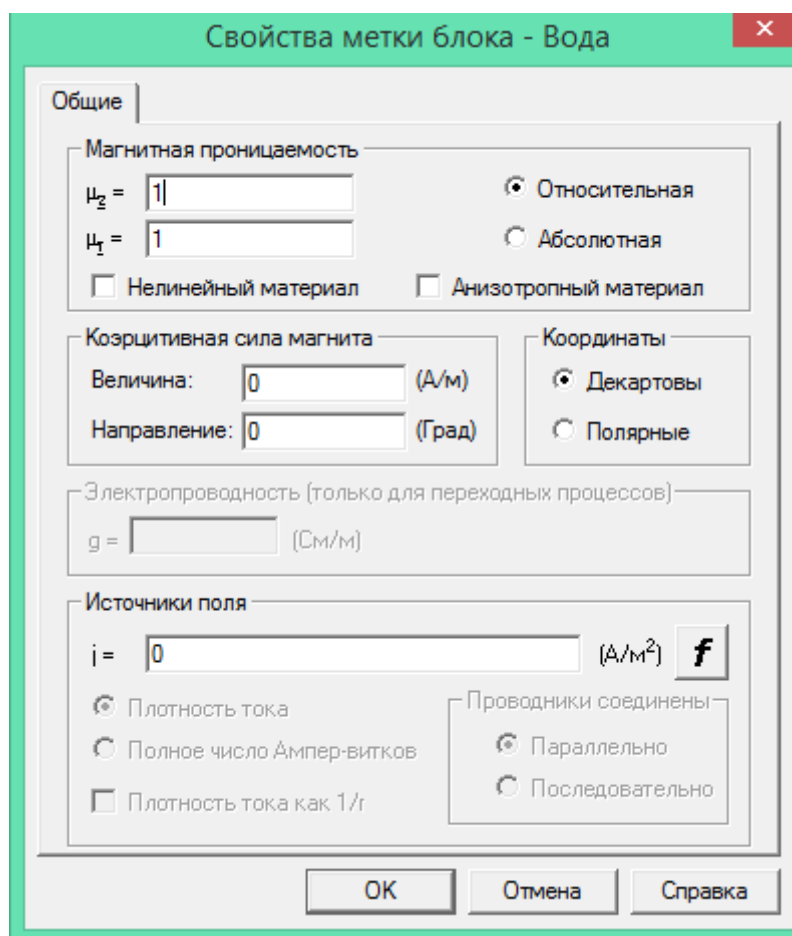

Рисунок 4 – Настройка свойств блока «Вода».
8. Далее переходим к заданию свойств материалов. Для этого в области задания параметров модели выбираем «Метки блоков» - «Создать метку». Задайте название новой метке, напр., вода или воздух. Далее выполняем задание свойств блока, напр., для воды как показано на рис. 4.